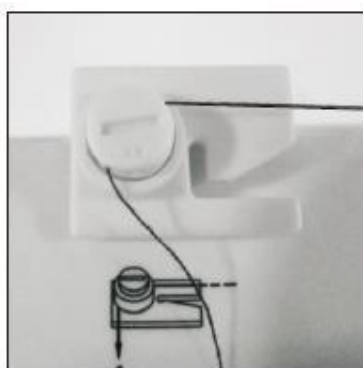

Рисунок 21
2. Проведите нить через натяжной диск намоточного устройства шпульки на верхней стороне машины. (Рисунок 21)